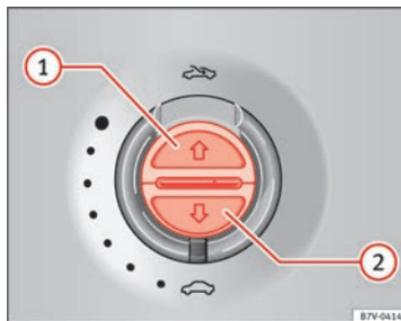

Abb. 60 Im Dachhimmel: Tasten für Sonnenschutzrollo.
| Ganz öffnen (Automatiklauf): | Taste ⇒ Abb. 60 ① kurz drücken. |
| Automatiklauf stoppen: | Taste ⇒ Abb. 60 ① oder Taste ⇒ Abb. 60 ② kurz drücken. |
| Zwischenposition einstellen: | Taste ⇒ Abb. 60 ① bzw. Taste ⇒ Abb. 60 ② gedrückt halten, bis Position erreicht ist. |
| Ganz schließen (Automatiklauf): | Taste ⇒ Abb. 60 ② kurz drücken. |
- *Sonnenschutzrollo*: Innerhalb von etwa 5 Sekunden nach dem Auslösen der Kraftbegrenzung die Taste ⇒ Abb. 60 (2) so lange drücken, bis das Sonnenschutzrollo vollständig geschlossen ist.